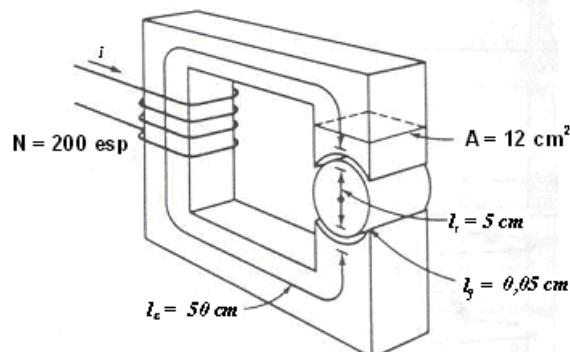

Fig. 4
3.-La Fig. 4 muestra un rotor y un estator simplificados para un motor de corriente continua. La longitud del trayecto medio del estator es de 50 cm y el área de su sección transversal es de 12 cm2. La longitud del trayecto medio del rotor es de 5 cm y el área de su sección transversal puede también suponerse de 12 cm2. Cada *entrehierro* de aire entre el rotor y el estator es de 0,05 cm de ancho y el área de la sección transversal de cada *entrehierro* de aire (incluyendo el efecto de borde) es de 14 cm2. El hierro del núcleo tiene una permeabilidad relativa de 2000 y tiene 200 espiras de alambre en el núcleo. Si la corriente en el alambre se gradúa en 1 A, ¿cuál sería la densidad de flujo resultante en los *entrehierros* de aire?